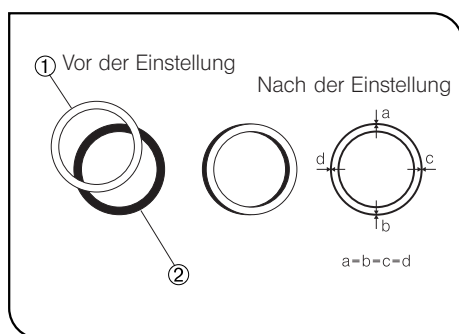

Abb. 20
(Abb. 20 & 21)
4. Den oberen Ring des CT-5 drehen, um die Schärfe so einzustellen, daß der helle Ring (Phasenblende) ① und der dunkle Ring (Phasenplatte des Objektivs) ② im Sehfeld deutlich zu erkennen sind. (Abb. 20)
5. Die beiden Zentrierknöpfe ③ drehen, bis sich der helle und der dunkle Ring konzentrisch überlagern. (Abb. 20 & 21)